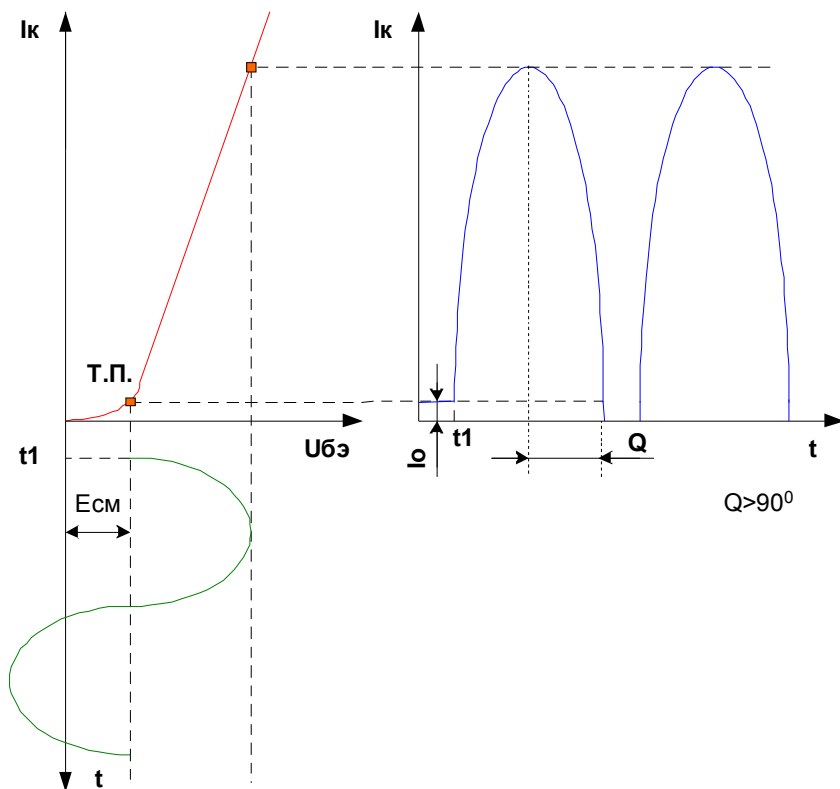

Рис. 238
**4) Режим работы класса АВ.** Иногда положение точки покоя в режиме класса АВ выбирается на нижнем изгибе проходной динамической характеристики (смотрите рисунок 238).